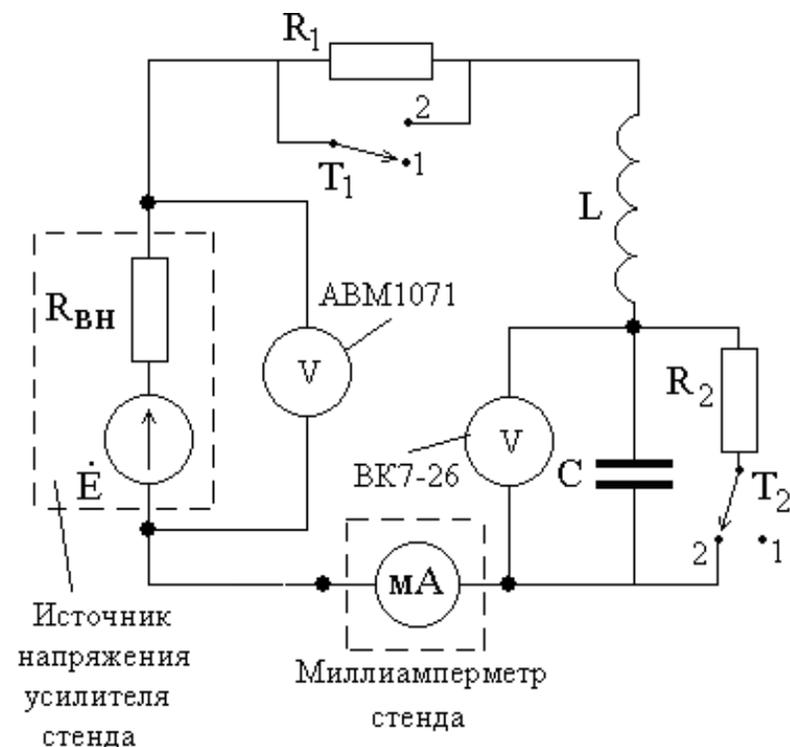

Рис. 23. Схема исследуемой цепи
1. Подключите к сменной плате исследуемой цепи, схема которой показана на рис. 23, источник напряжения и миллиамперметр. Соедините генератор с входом блока усилителей стенда. Установите тумблер T1 в положение 2 и тумблер T2 в положение 1.